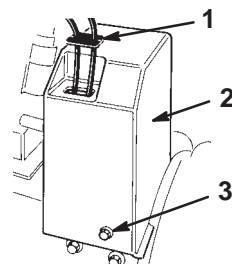

**Bild 4**
11. Installieren Sie die untere Treibriemenabdeckung an der Unterseite des Gehäuses von Schnecke/Gebläserad und des Motorrahmens, wobei Sie zwei 1 mm Bundbolzen verwenden (Bild 4).